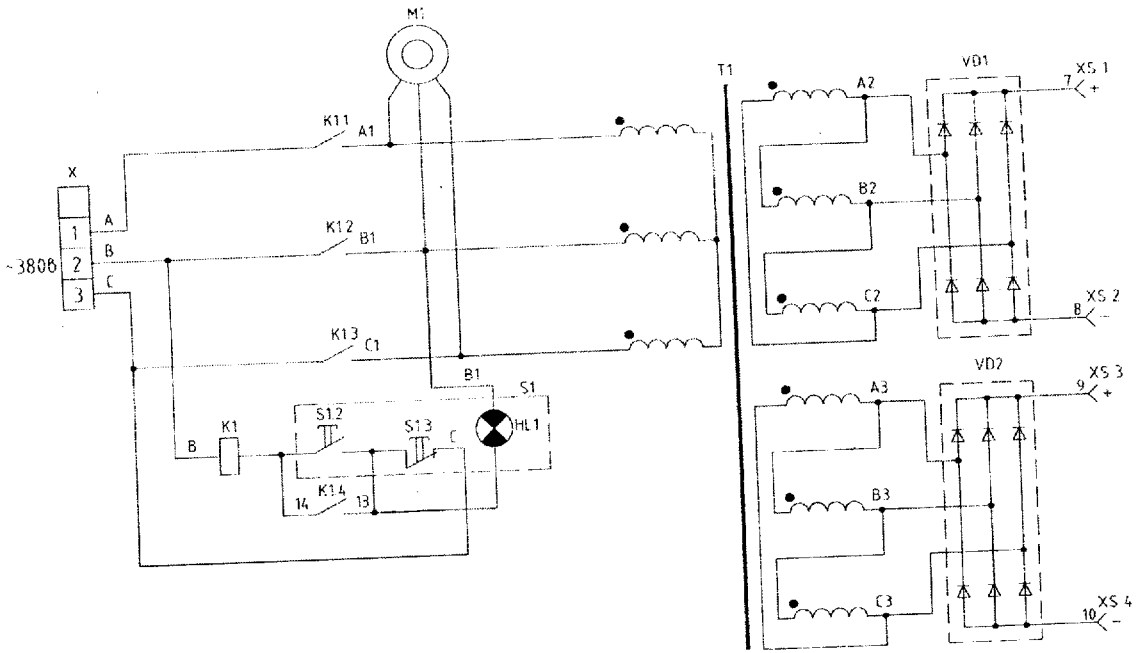

Рис.2
3.2. Принципиальная схема выпрямителя приведена на рис.2 Трехфазный сиговой трансформатор Т1 с магнитным шунтом подключен к сетевому кабелю через контакты магнитного пускателя К1. Первичные обмотки трансформатора включены «звездой», а вторичные «треугольником».